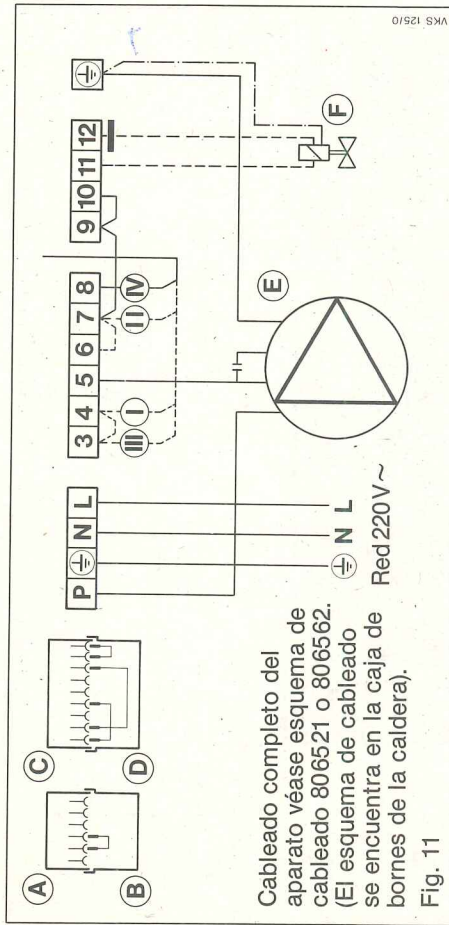

Fig. 11
- Desmontar la chapa de cubierta superior (1), sacar el panel de mando (2) y retirar el revestimiento lateral derecho (8) después de desatornillar los cuatro tornillos.
- Desenroscar el codo de unión (6) de la boquilla de salida de la caldera y sustituirlo por el codo de unión de bomba (7) que se suministra con la bomba (5).
- Montar la bomba (5) y el codo de unión de salida (3), incorporar el manómetro (9) y el tubo de purga (4) adjunto en el codo de unión de bomba (7).
- Montar el revestimiento lateral derecho (8), el panel de mando (2) y la chapa de cubierta superior (1).
- El cableado se realiza según el modo operativo de la bomba y según las instrucciones del plano de cableado fig. 11, página 19. (Véase también fig. 12, página 20).
- Retirar la placa de cubierta de la caldera (5). (La placa de cubierta está encajada).
- Retirar la tapa de plástico (4) de la abertura de montaje en el panel de mando (2).
- En caso necesario, ajustar el soporte de enchufe (1) para poder enchufar y sacar la central de mando fácilmente.
- Conectar el enchufe de conexión de seis polos (10) al acoplamiento enchufable (8) después de haber retirado el enchufe ciego (9). Véase página 13.
- Colocar la central de mando (6) en el soporte de enchufe (1) y fijarla con el tornillo central (7).